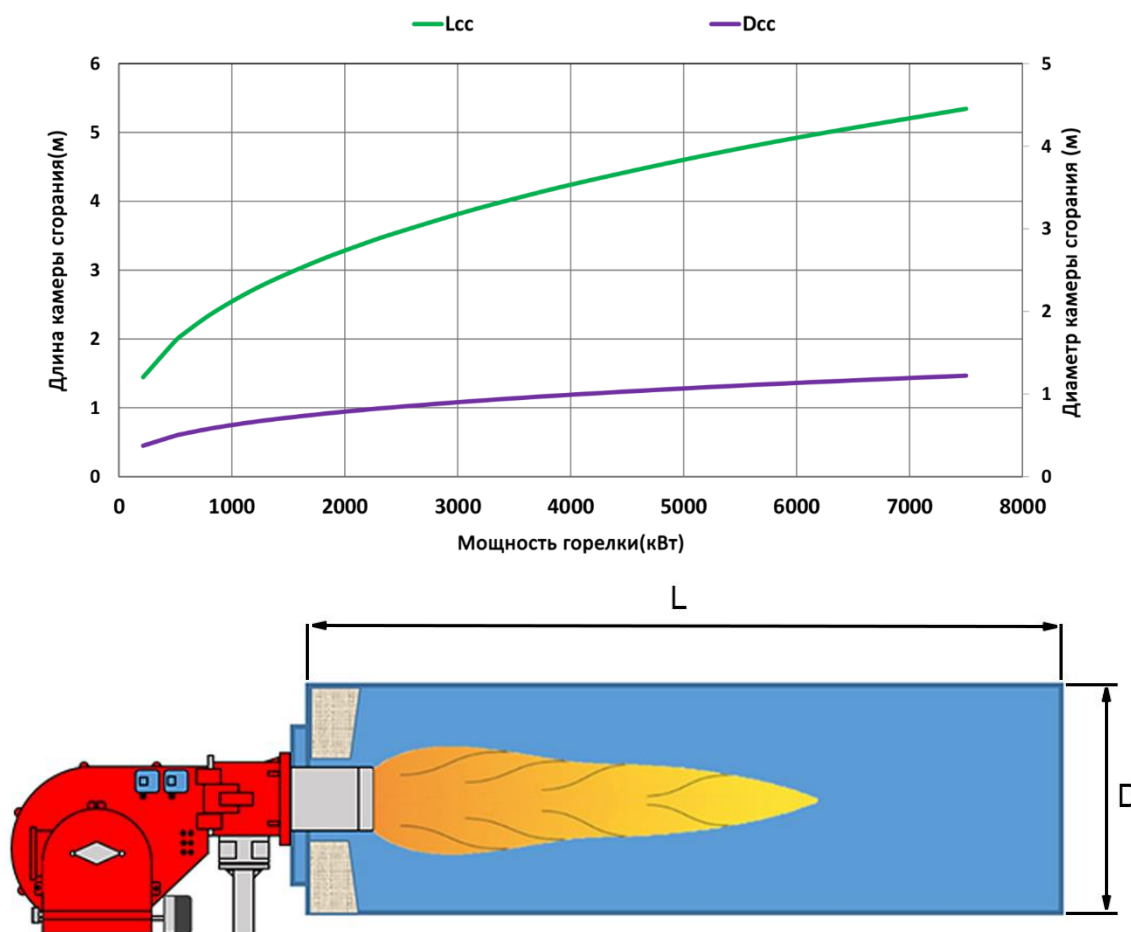

Рис. 17- Размеры камеры сгорания в соответствии со стандартом BS-EN 676
Где L — длина камеры сгорания, а Q_f — выходная мощность горелки в максимальном рабочем режиме. Также диаметр и длина камеры сгорания должны соответствовать схеме, приведенной на Рис. 17. Значения длины камеры сгорания (L) и диаметра камеры сгорания (D) взяты из Рис. 17. в соответствии со стандартом BS-EN 676.